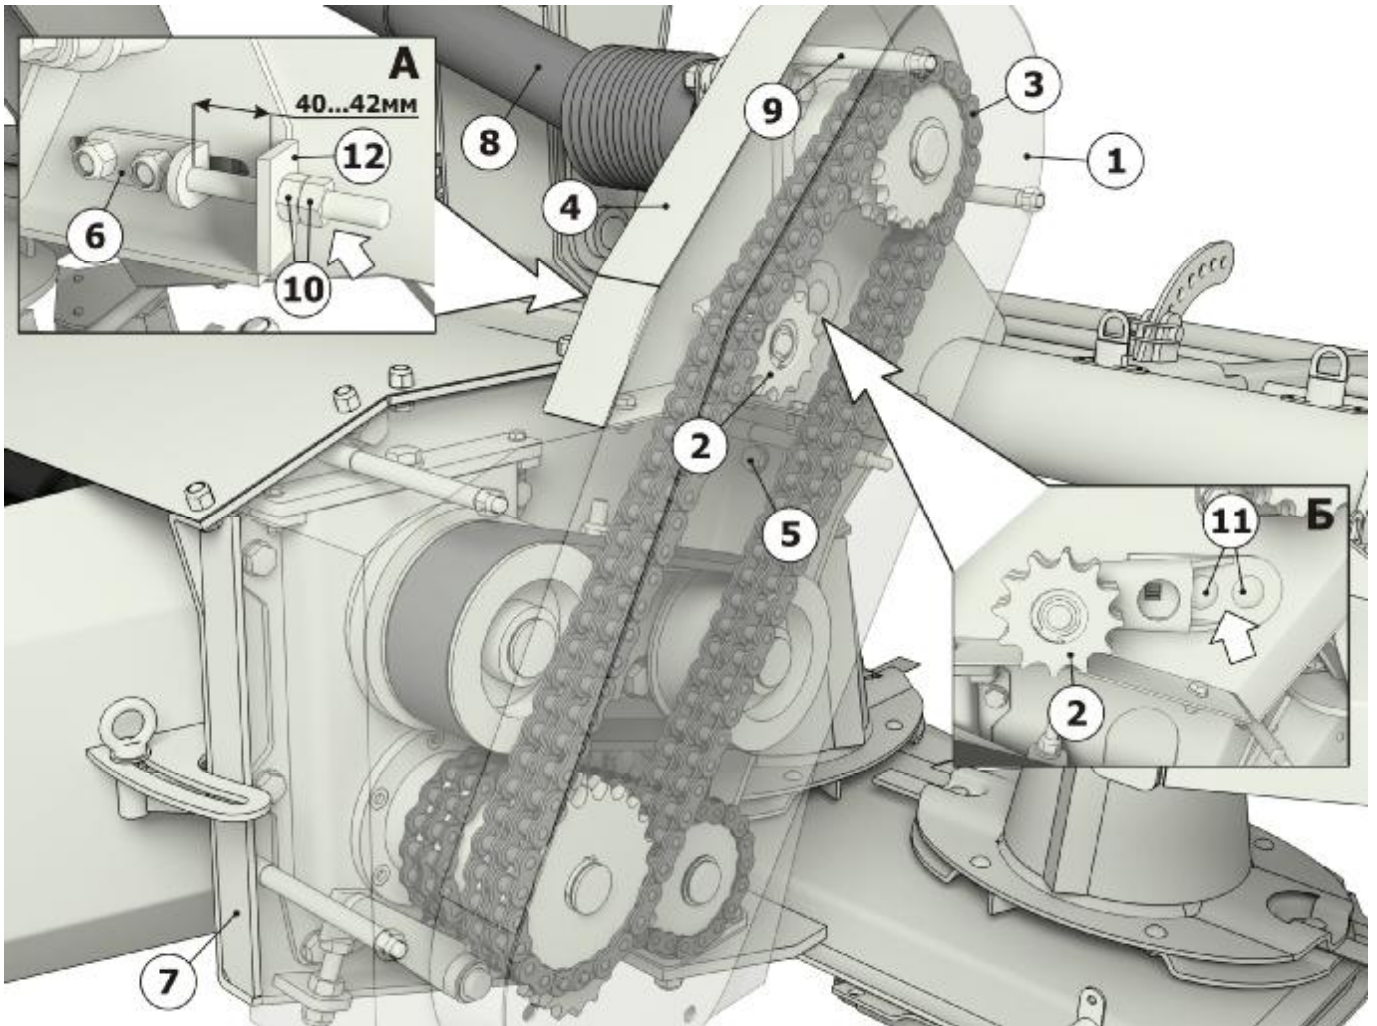

Рис. 8 Монтаж и демонтаж плющилки
Плющилка поставляется с косилкой по отдельному заказу, как опция. Для того чтобы установить ее на косилку необходимо демонтировать кондиционер (см. п.5.4.1 настоящего РЭ) и произвести следующие операции (рис. 8):
4. Установить тягу 6 и натяжную звездочку 2 таким образом, чтобы болты 11 располагались на двух крайних правых отверстиях тяги натяжной звездочки, как показано на рис. 8Б стрелкой, а регулировочные гайки 10 натяжения цепной передачи располагались позади упора 12 по ходу движения машины, как показано на рис. 8А стрелкой.
5. Установить приводную цепь 3, приложенную к плющилке, как показано на рис. 8. Отрегулировать ее натяжение. Натяжение цепи считается оптимальным, если установлен размер 40...42мм между торцом тяги 6 и торцом упора 12, как показано на рис. 8А.